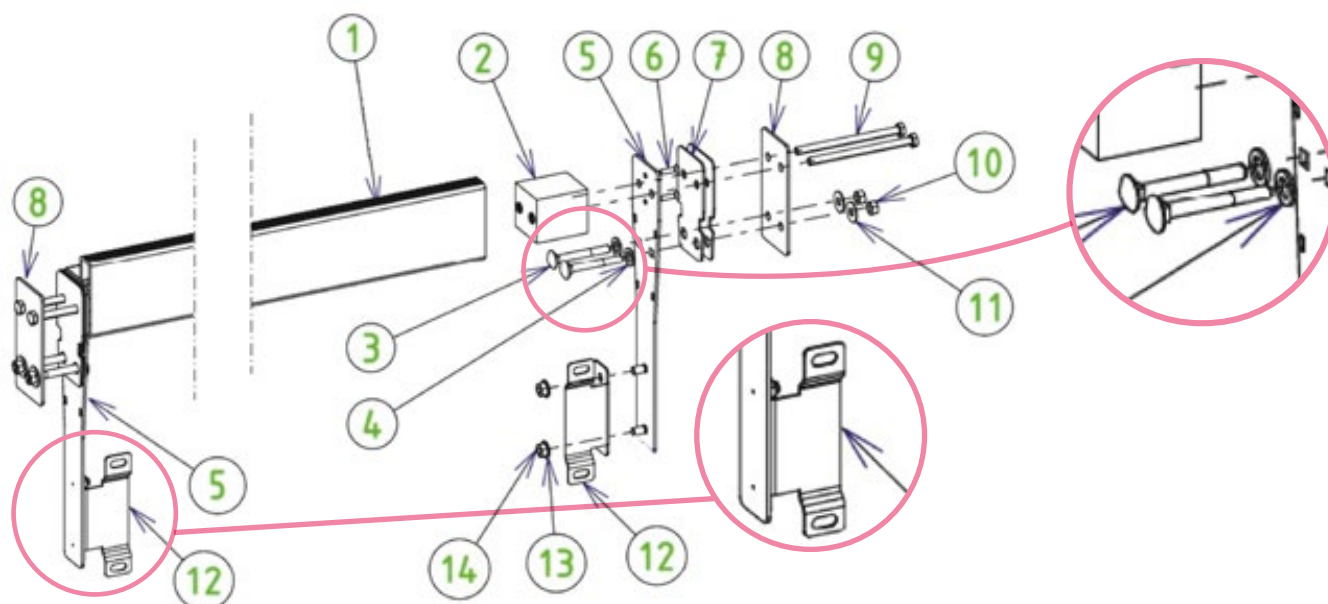

Figura 42 – Ensamblaje y montaje de la vigueta
Por último, fije la pared de separación sobre las escuadras (parte 12 de la Figura 42) mediante cuatro tornillos estufa (7) de 8 x 16, cuatro arandelas y cuatro tuercas de 8 mm de diámetro de acero inoxidable A4.